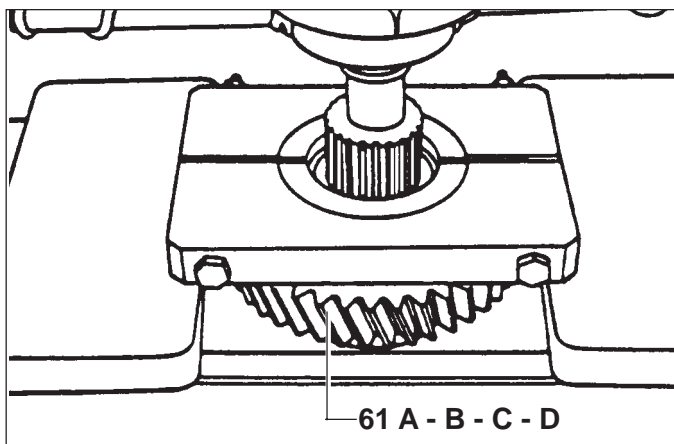

Fig. 17
- 1) Scalettare la ralla del cuscinetto (60) a rulli conici dell'albero di uscita (61) utilizzando un estraattore a griffe per esterno.
- 2) Ripetere l'operazione dal punto 1 utilizzando in questo caso un estraattore speciale a griffe per esterno impegnate sui rulli del cuscinetto (63).
- 3) La disunione dell'albero uscita con l'ingranaggio non si consiglia eccetto in caso di sostituzione dell'ingranaggio. L'operazione si realizza alla pressa agendo sull'ingranaggio con una forza di circa 8000 Kg (Fig. 17).
- 1) By means of a puller remove taper roller bearing inner race (60) from output shaft (61).
- 2) Repeat the operation described in 3.1 to remove taper roller inner race (63) from output shaft.
- 3) It is not advisable to separate the output shaft from output gear except in case of output gear replacement. To do so, exert a pressure of approximately 8,000 Kg on the gears, at the press (Fig. 17).